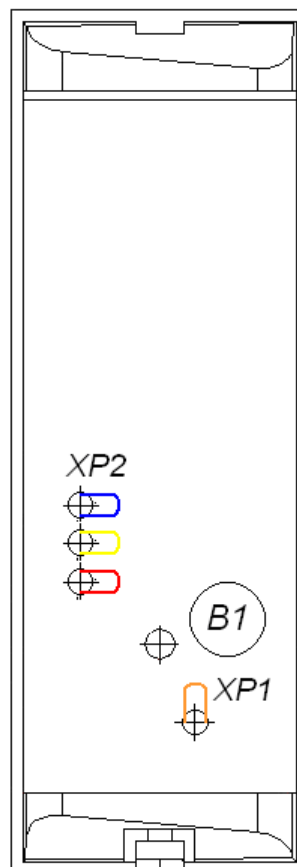

Рисунок 4. Расположение пьезоэлемента (B1), трех перемычек «номер считывателя» (XP2) и перемычки «отключение концевой резистора» (XP1)
Кроме того, на тыльной стороне считывателя расположены четыре перемычки проводом (см. рис. 4):
4. При помощи трех перемычек **XP2** (см. рис. 4) установите номер считывателя, для чего в соответствии с табл. 1 необходимые перемычки перекусите кусачками. Разрезанные перемычки не должны контактировать с другими перемычками и с металлическим основанием.
5. С целью предотвращения искажений сигнала на концах линии связи **RS-485** должны быть установлены концевые резисторы. В считывателе **PERCo-IR03.1** такой резистор предусмотрен конструктивно. Если устанавливаемый считыватель не является конечным устройством на линии связи, то на нем необходимо отключить концевой резистор, для чего перекусите перемычку **XP1** (см. рис. 4). Проверьте наличие концевых резисторов на реальных концах линии связи интерфейса **RS-485**.